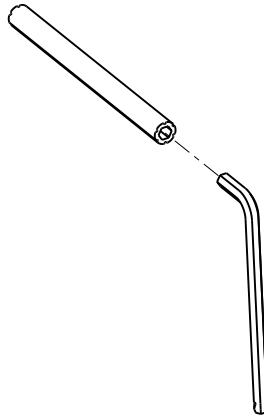

Abbildung 9 – Sechskantschlüssel und Ausbaulange-Verlängerung
2. Den Sechskantschlüssel und die Ausbauwerkzeug-Verlängerung aus der mittleren Abdeckungsbaugruppe nehmen (Abbildung 9).